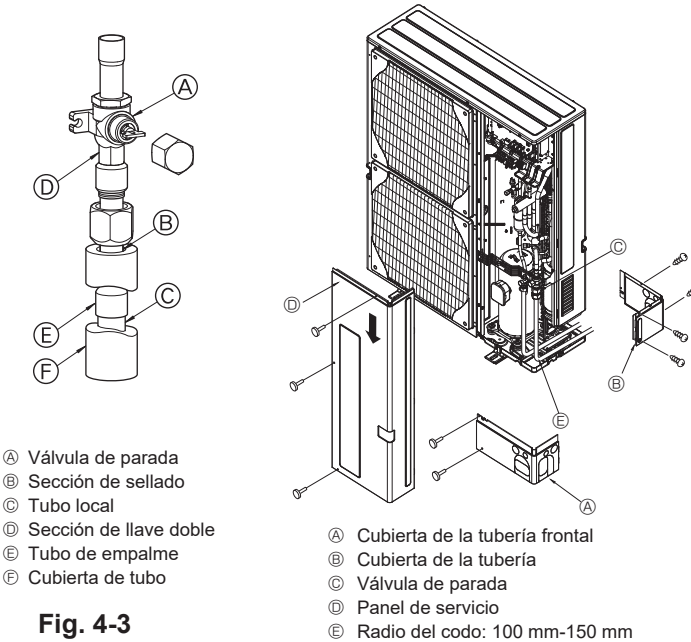
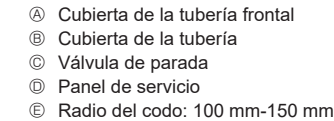

Fig. 4-3
Fig. 4-4
- ③ Utilice el siguiente procedimientos para conectar el tubo del lado de gas. (Fig. 4-3) (SHW230)
- 1 Suelde el tubo de empalme (E) suministrado a la unidad exterior utilizando materiales de soldadura adquiridos localmente y el tubo local (C) sin oxígeno.
- 2 Conecte el tubo de empalme (E) a la válvula de parada del lado de gas. Utilice dos llaves para apretar la tuerca abocardada.
4.3. Tubos de refrigerante (Fig. 4-4)
- Quite el panel de servicio (D) (3 tornillos) y la cubierta de la tubería frontal (A) (2 tornillos) y cubierta de la tubería posterior (B) (2 tornillos: SHW80 - 140) (4 tornillos: SHW230).
- ① Realice las conexiones de los tubos de refrigerante de la unidad interior/exterior con la válvula de parada de la unidad exterior completamente cerrada.
- ② Purgue el aire del sistema por succión en la unidad interior y tubos de conexión.
- ③ Tras conectar las tuberías de refrigerante con la unidad interior, compruebe que no haya fugas de gas. (Consulte apartado 4.4. Prueba de fuga de gas del tubo de refrigerante.)
- ④ En el puerto de servicio de la válvula de parada se utiliza una bomba de vacío de alto rendimiento que permite mantener el vacío durante un tiempo adecuado (al menos una hora tras alcanzar -101 kPa (5 milímetros de mercurio)) para secar por vacío el interior de las tuberías. Siempre compruebe el grado de vacío en el manómetro. Si queda humedad en la tubería, en ciertos casos no se alcanzará el nivel de vacío aplicando vacío durante poco tiempo. Tras el secado por vacío, abra completamente las válvulas de parada (tanto las de líquido como las de gas) de la unidad exterior. Esta operación le permitirá conectar completamente las líneas refrigerantes de las unidades interiores y exteriores.